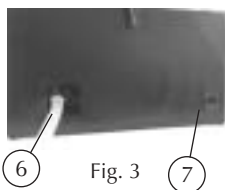

Fig. 3
1. vérifier que le robinet placé sur le côté arrière de l'appareil soit fermé (levier en position verticale - voir détail 6 de Fig. 3);